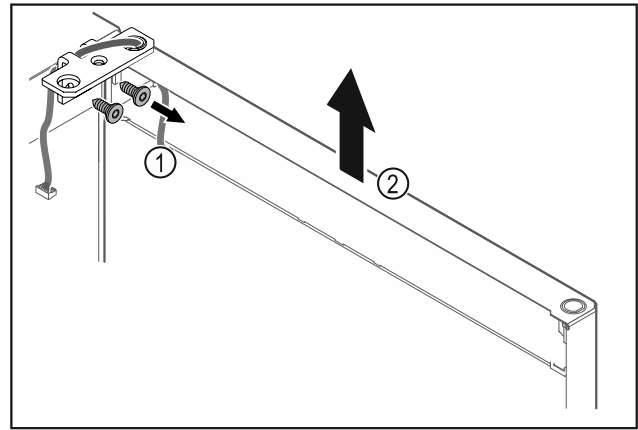

Fig. 17
- ▶ Skru hængselvinklen Fig. 17 (1) af.
- ▶ Løft døren og hængselvinklen Fig. 17 (2) ca. 200 mm lige op, og tag dem af.